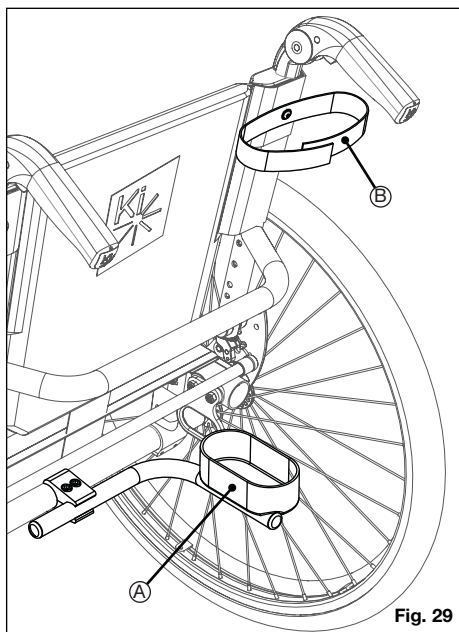

Fig. 29
1. Plasser den smale enden av stokken eller krykken i den nedre festekoppen (fig. 29:A).
2. Bruk borrelåsfestet (fig. 29:B) til å sikre stokken eller krykken til den øvre ryggstolpen. Kontroller at stokker eller krykker vil holde seg sikker på plass,